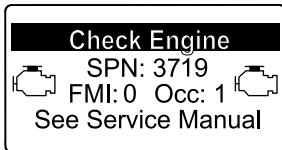

Bild 52
- Motorwarnung SPN 3719, FMI 0 (Bild 52)